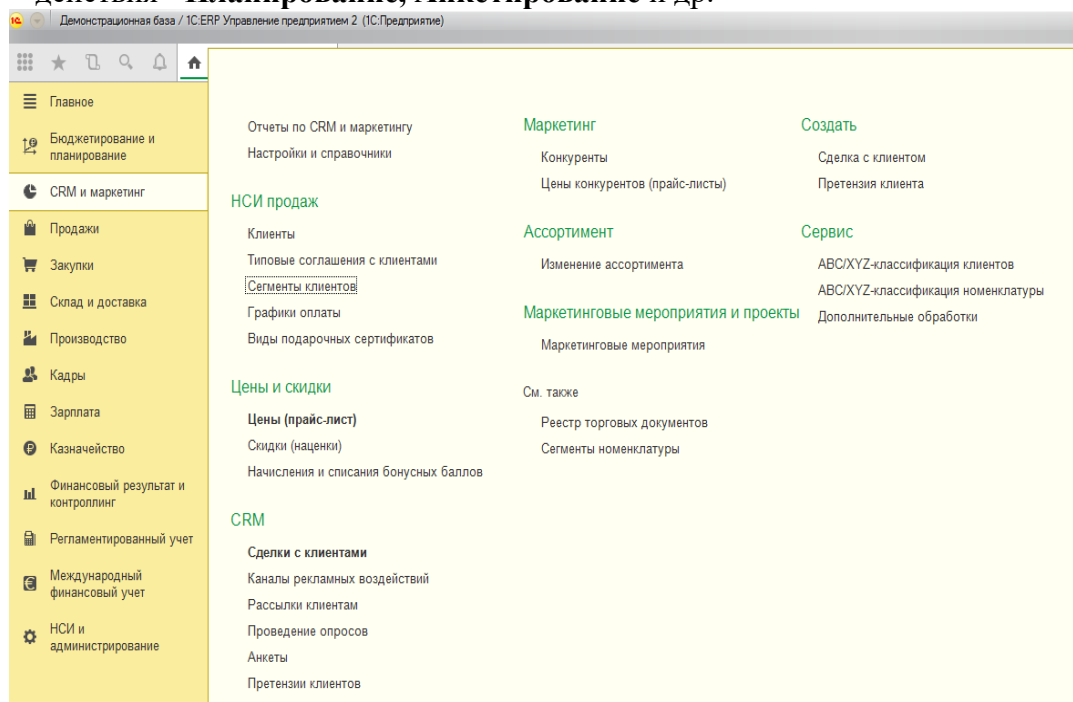

Рис.1-6. Рабочая зона раздела «Маркетинг и планирование»
- Так, в рабочей зоне раздела **CRM и маркетинг**(рис. 1-6) можно выделить: